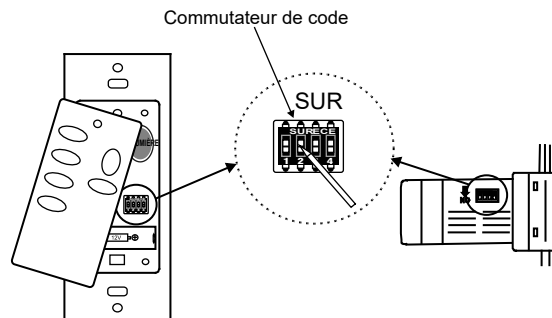

Fig. 12
**REMARQUE:** Le système de contrôle CoolTouch™ est équipé de 16 combinaisons de fréquences possibles pour éviter les interférences provenant ou avec d'autres unités de télécommande. Les commutateurs de fréquence de votre récepteur et de votre émetteur ont été pré-réglés en usine. Veuillez vérifier pour vous assurer que les commutateurs de l'émetteur et du récepteur sont réglés sur la même position. Toute combinaison de réglages fera fonctionner le ventilateur tant que l'émetteur et le récepteur sont réglés sur la même position. (Fig. 12)